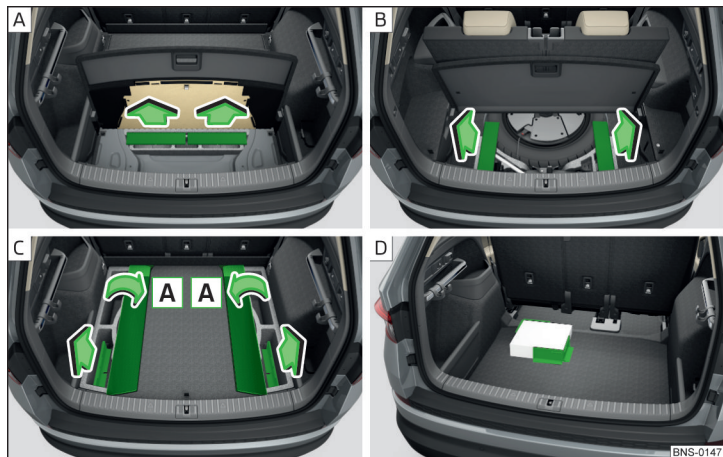

Fig. 151 Retrait : Variante 1 / Variante 2 / Variante 3 / Exemple de fixation du chargement
- Avant utilisation, retirez les éléments cargo dans le sens de la flèche » fig. 151 - **A**, **B**, **C**.
- Pour atteindre les éléments cargo sur la variante 3, rabattez d'abord les parties latérales du revêtement de sol dans le sens de la flèche **A** » fig. 151 - **C**.
- Fixez le chargement au centre des éléments cargo aussi près que possible des sièges arrière » fig. 151 - **D**.